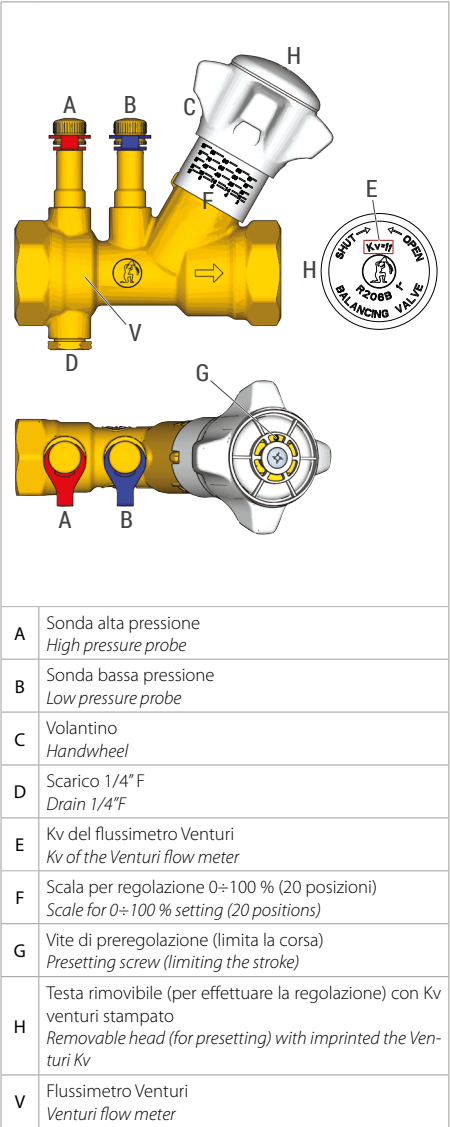
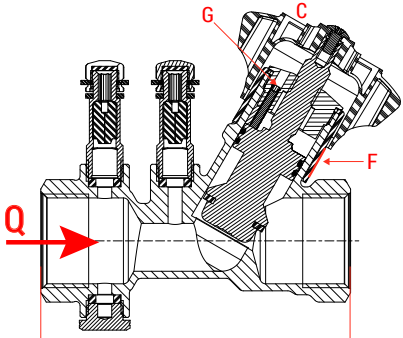

Fig. 1
Fig. 2
Le valvole R206B sono dotate di un meccanismo di memoria meccanica dell'apertura (preregolazione). Questo meccanismo opera limitando la corsa della manopola (rif.C - fig.2) tramite una vite di bloccaggio (rif.G - fig.2). La preregolazione si effettua nel seguente modo:
- Effettuare la regolazione della valvola R206B tramite la manopola (rif.C - fig.2), sulla scala di regolazione (rif.F - fig.1);
- Avvitare in senso orario fino a battuta la vite di bloccaggio della preregolazione (rif.G - fig.2) utilizzando una chiave a brugola da 1,5 mm per le versioni da 1/2", 3/4", 1", 1-1/4" o da 2 mm per le versioni da 1-1/2", 2".
R206B valves are equipped with a mechanism of mechanical memory of the opening (pre-regulation). This mechanism works by limiting the handle stroke (ref. C – fig.2) through a locking screw (ref.G – fig.2).
- Make the regulation of the R206B valve by means of the handle (ref.C-fig.2), on the regulation scale (ref. F – fig.1);
- Screw clockwise until it stops the locking screw of the pre-regulation (ref.G-fig.2) by using an Allen key of 1,5 mm for versions 1/2", 3/4", 1", 1-1/4" or 2 mm for versions 1-1/2", 2".